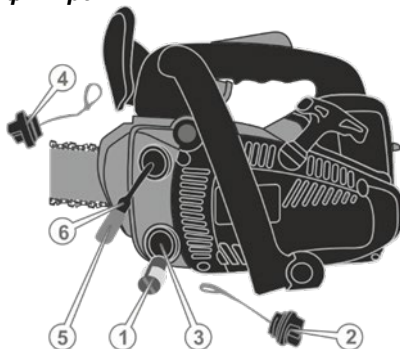

Рисунок 21. Схема обслуговування паливного та мастильного фільтра.
1. Відкрутити кришку (4, рис. 21) та обережно зняти її з паливного бака.
2. Використовуючи дрітятий зашморг, обережно витягнути паливний фільтр (5, рис. 21).
3. Акуратно від'єднати паливний фільтр від паливопроводу (6, рис. 21).
1. Відкрутити кришку (2, рис. 21) та обережно витягти її з мастильного бака.
2. Використовуючи дрітятий зашморг, обережно витягнути мастильний фільтр (1, рис. 21) із бачка.
3. Акуратно від'єднати мастильний фільтр від мастилопроводу (3, рис. 21).